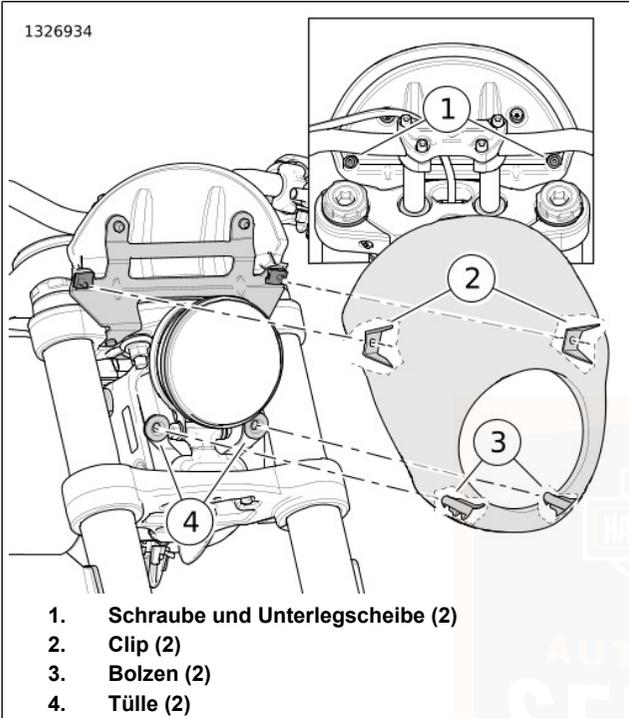

Abbildung 47. Verkleidung
1. Siehe Abbildung 47. Die Verkleidung abbauen.
- a. Die Schrauben und Unterlegscheiben (1) entfernen.
- b. Die Verkleidung nach vorne ziehen, um die Befestigungsbolzen (2) aus den Tüllen (3) zu ziehen.